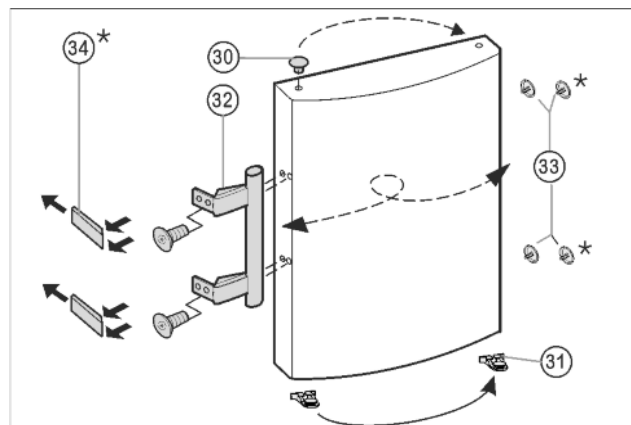

Fig. 8
- ▶ Zátky *Fig. 8 (30)* vyjměte z pouzdra ložisek dvířek a přemístěte je.
- ▶ Madlo dvíří *Fig. 8 (32)*, zátky *Fig. 8 (33)* a krycí destičky\* *Fig. 8 (34)* odmontujte a přemontujte na protější stranu.